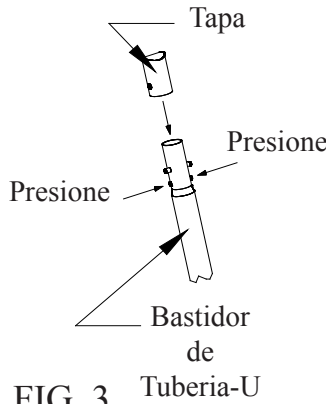

FIG. 3
- Ahora localice los bastidores para la tubería-U. Cada extremo de la tubería-U tiene una tapa que deberá instalarse. Localice las tapas de la tubería e instálaslas, presione los botones hacia dentro mientras inserta la tapa sobre el extremo de la tubería Fig. 3. Mire a través de los orificios en la tapa mientras la instala y ligeramente gire la tapa hasta que los botones se alineen con los orificios y se boten, fijando la tapa sobre el extremo de la tubería. Ahora, coloque la tubería-U a cada una de las aletas rectangulares a lo largo de la base de la alberca.